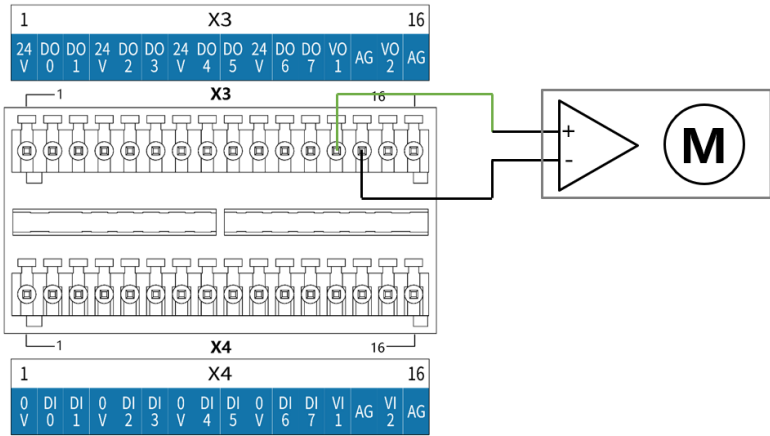

图 7-15 模拟电压输出连接驱动设备
- 模拟电压输出接线方法 模拟电压输出可以参考图 7-15 所示的接线方法。